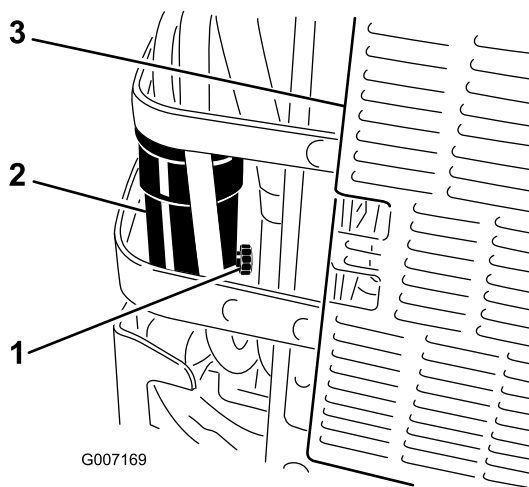

Figure 45
6. Dévissez le robinet de vidange du séparateur d'eau d'un tour environ pour vidanger l'eau et autres contaminants (Figure 45).
7. Fermez le robinet de vidange lorsque le gazole commence à sortir (Figure 45).